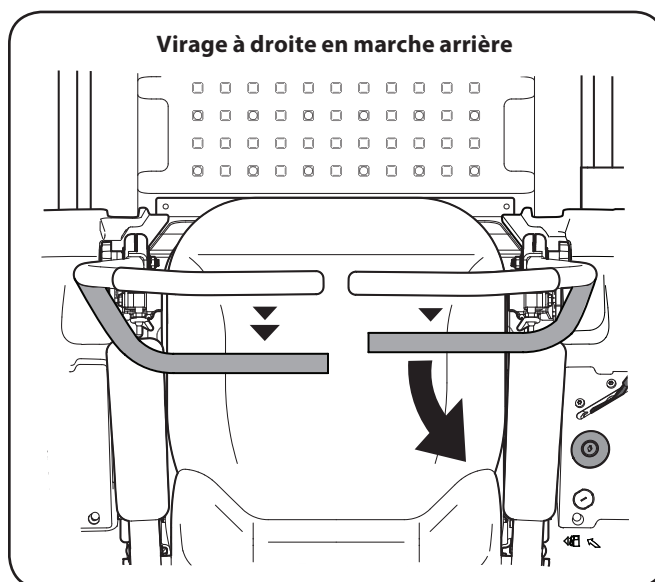

Figure 5-7
2. Pour tourner à droite en marche arrière, poussez la barre de conduite droite vers l'avant et tirez la barre de conduite gauche vers vous. Voir Figure 5-7.